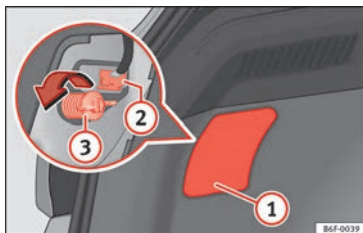
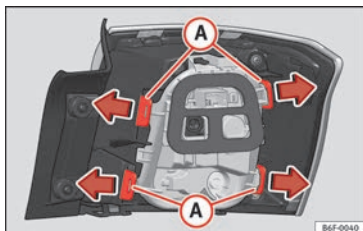

Fig. 115 Coffre à bagages : accès à la vis de fixation du feu arrière.
Fig. 116 Languettes de fixation au dos du feu arrière.
- Enlevez le cache à l'aide du tournevis à tête plate au niveau de l'évidement » » » **fig. 115 ①**.
- Retirez le connecteur ② de l'ampoule.
- Dévissez à la main ou à l'aide d'un tournevis la vis de fixation du feu ③.
- Déposez le porte-ampoule en déverrouillant les languettes de fixation » » » **fig. 116 A**.